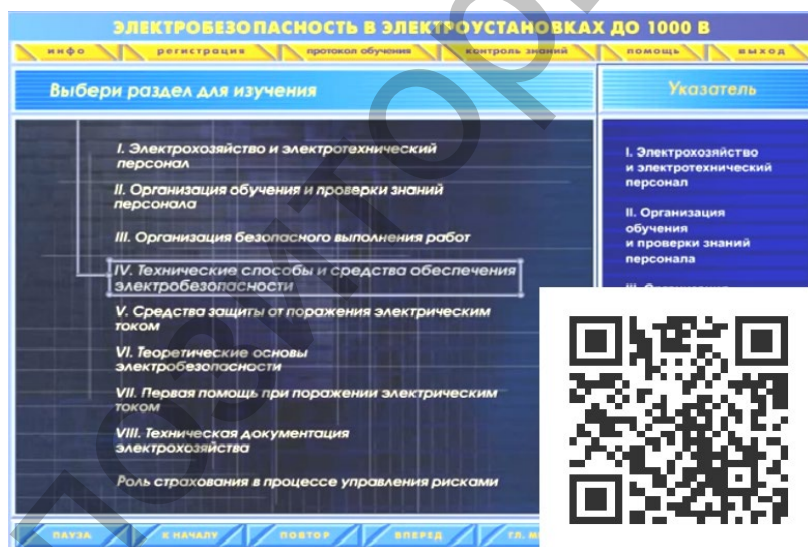

Рис.15. Обеспечение электробезопасности (видео 9 мин. 15 с.)
**Основные технические мероприятия по обеспечению электробезопасности:** отключение установки от источника питания; проверка отсутствия напряжения; наложение заземлений; ограждение рабочего места; установка знаков безопасности (рис. 15).